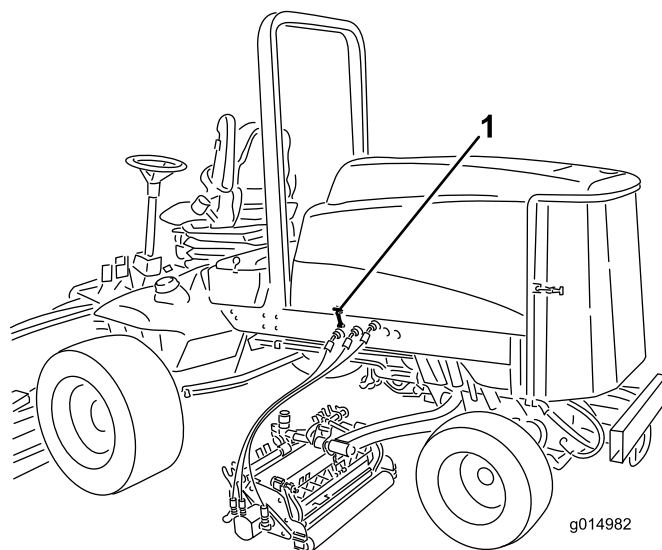

図 3
1. フードラッチブラケットからフードラッチを外す (図 3)。